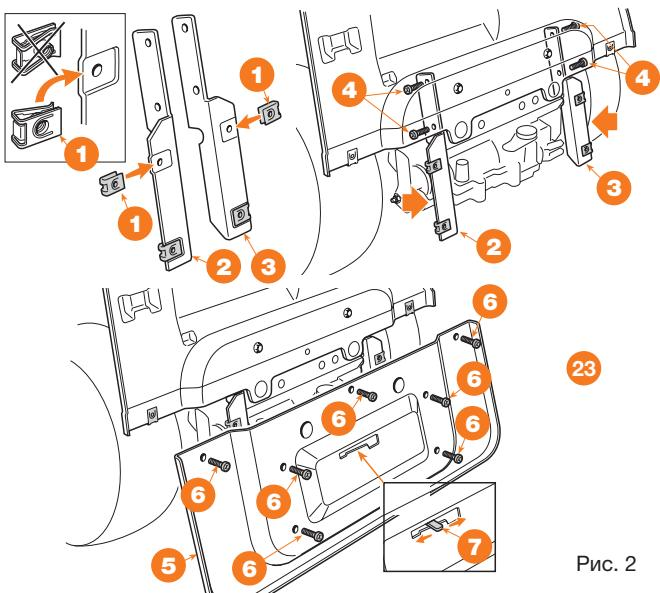

Рис. 2
- Установить нижнюю часть **5** задней пластины и прикрепить ее к нижним скобам винтами **6**, не затягивая их полностью (Рис. 2).